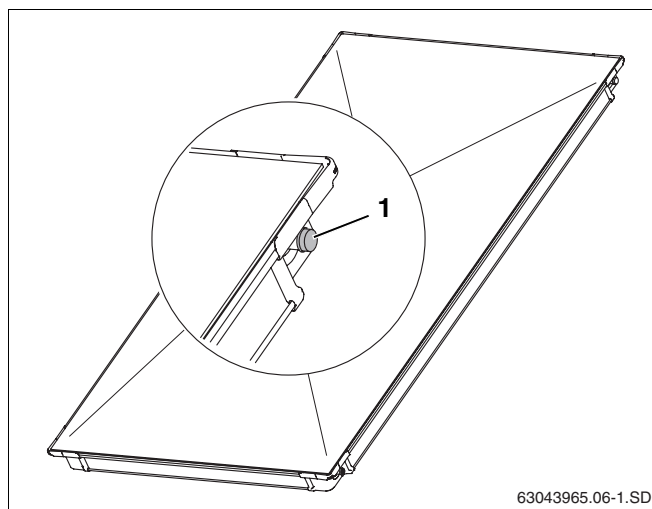

Fig. 5 Capuchons en plastique sur les raccordements de capteurs
- Retirez les capuchons en plastique (fig. 5, pos. 1) juste avant le montage.